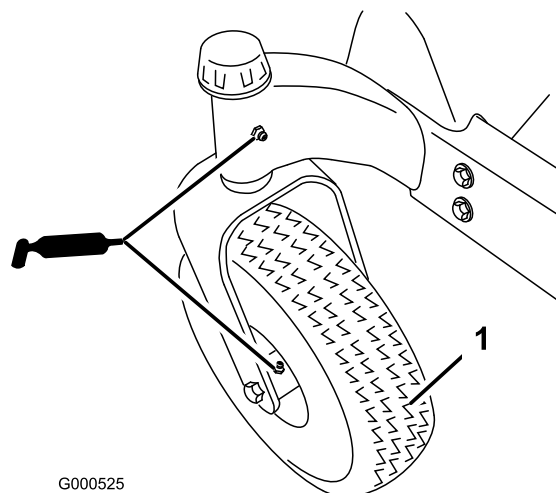
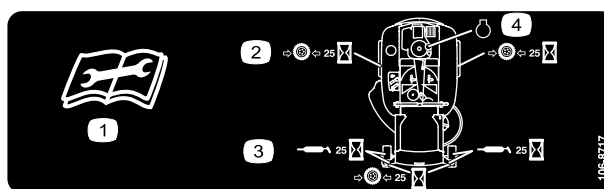

Figura 19
Figura 20
Engrase las ruedas giratorias delanteras y sus pivotes (Figura 19).
3. Limpie con un trapo los puntos de engrase (Figura 19 y Figura 20). Asegúrese de rascar cualquier pintura que hubiera sobre los puntos de engrase.
4. Conecte una pistola de engrasar a cada punto de engrase (Figura 19 y Figura 20). Bombee grasa hasta que empiece a rezumar grasa de los cojinetes.